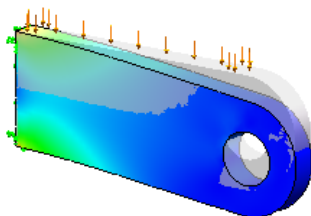

图 12.3.34 将模型叠加于变形形状上
- ☒ **将模型叠加于变形形状上** 复选框：选中该复选框，原始模型显示在图解中（图 12.3.34）。